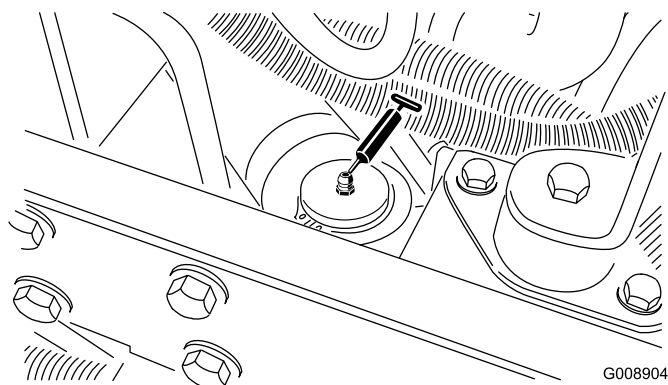

Figura 54
- Cilindro di sterzo (Figura 54)